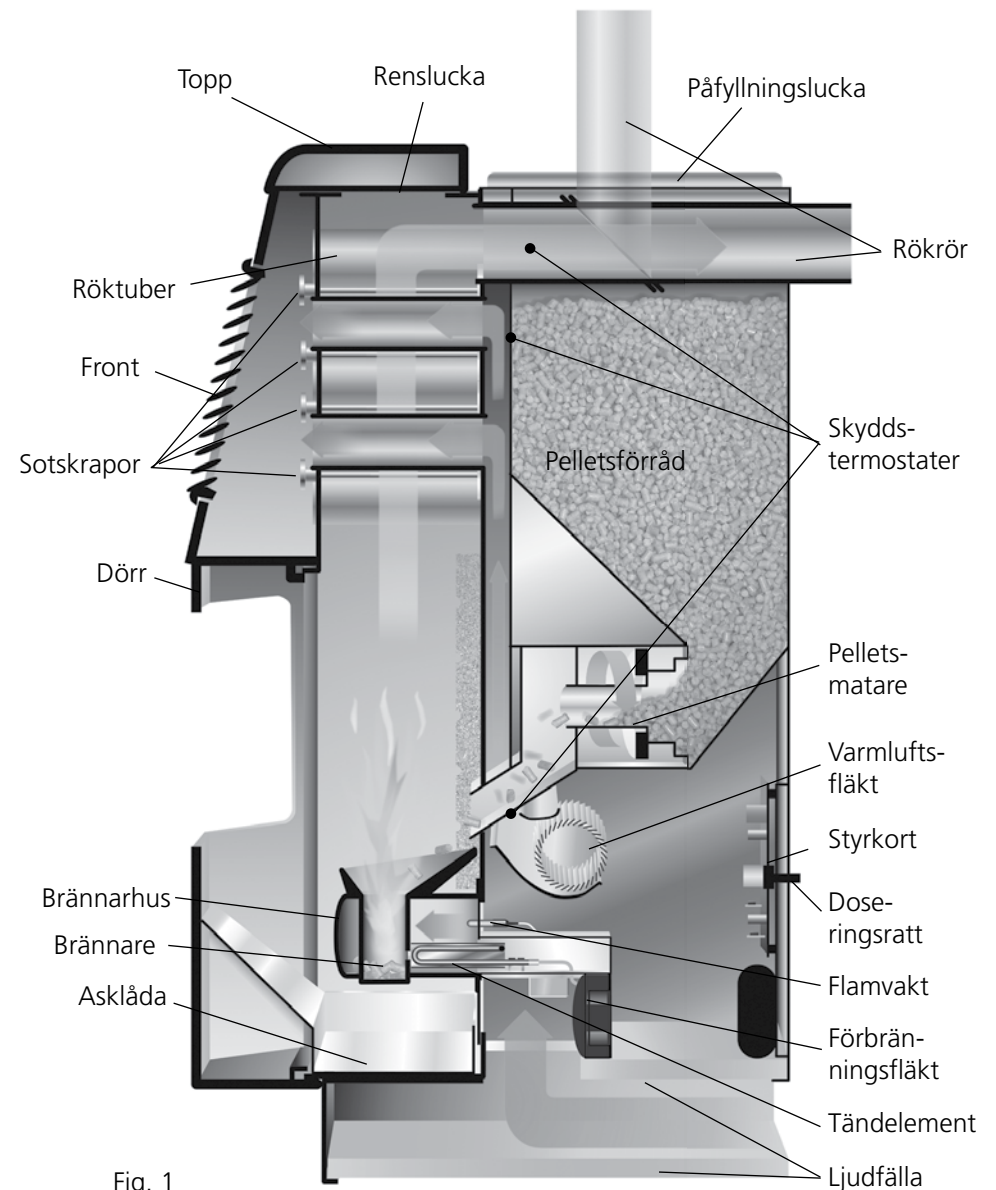

Fig. 1
Kaminens huvudbeståndsdelar är (se fig 1 föregående sida):
3. Tre stycken termostater sitter placerade enligt avsnittet Beskrivning (fig. 1). Om den maximalt tillåtna temperaturen överskrids stannar mataren, kaminen stänger av sig och den röda lysdioden tänds. Lysdioden slocknar inte förr än knappen har ställts i läge "OFF".
4. En flamvakt sitter i brännaren (fig 1). Om lågan skulle slockna eller pellets matas in fortare än den hinner förbrännas, börjar den röda lysdioden att blinka. Om ingen låga indikeras under 3 minuter så stänger kaminen av sig, och den röda dioden lyser med fast sken.